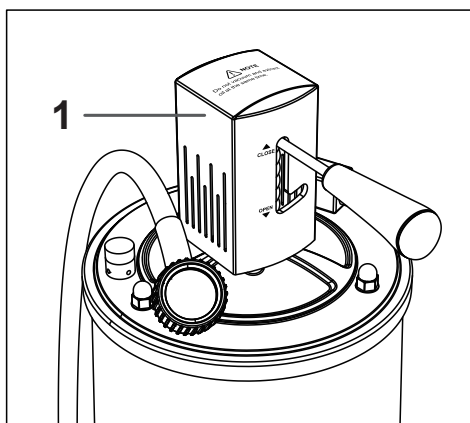

Abbildung 1
- Schließen Sie das Messbecher-Ablassventil 1 (Abbildung 1).